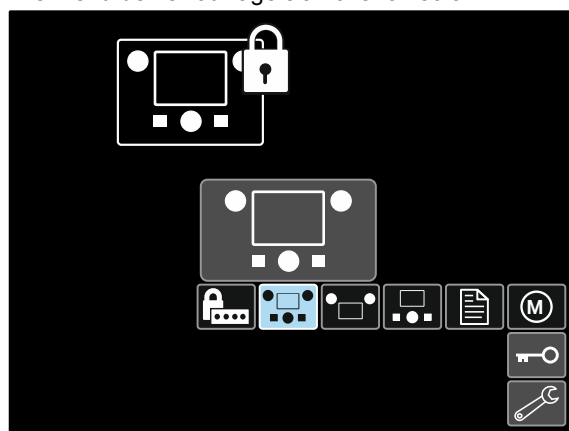

Figure 44
- À l'aide de la commande de réglage [11], sélectionner l'élément à verrouiller, par exemple tous les composants de l'interface (voir Figure 44).